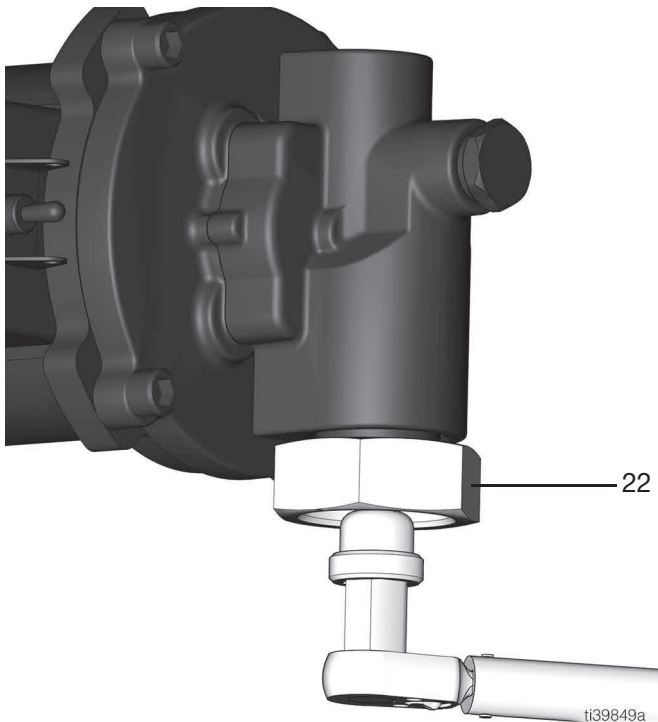

図 2
5. 3/4 インチ (19mm) の六角レンチを使用して、吸引フィルターを外します (図 2 を参照)。
1. 3/4 インチ (19 mm) の六角ボルトを使用して、ポンプインレットに吸引フィルター (22) を締めます (図 2 を参照)